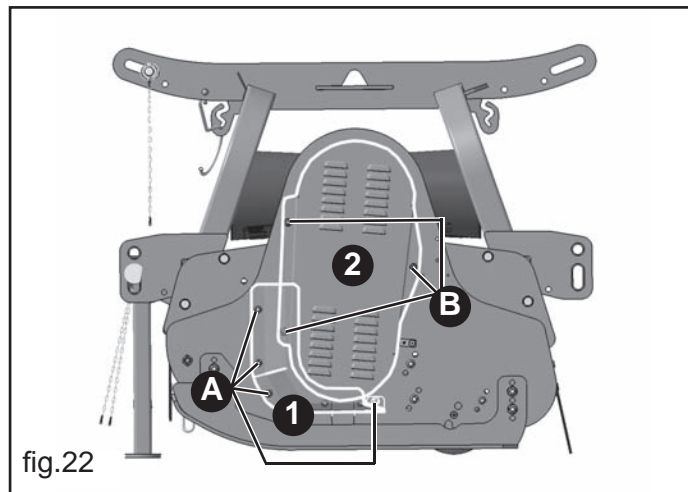

fig.22
- Die Schrauben entfernen: 1) den Seitenschutz des Gehäuses (A Abb.22) befestigen,; 2) die das Schutzgehäuse (B fig.22) befestigen, das Gehäuse öffnen, indem man es nach außen zieht.
- Das Gehäuse wieder montieren und mit den zuvor entfernten Schrauben befestigen (A-B fig.22).